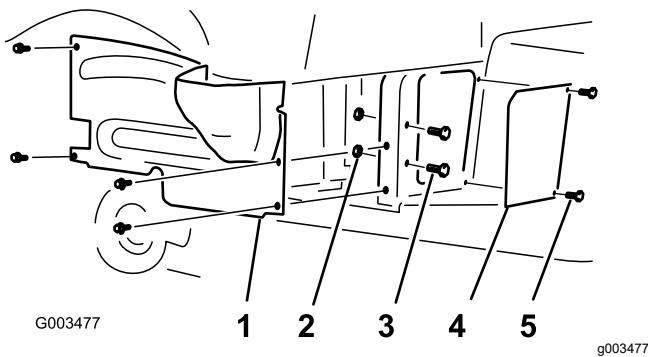

Figura 1
2. Remova os quatro parafusos de cabeça flangeada que prendem o resguardo da roda do lado esquerdo à estrutura (Figura 1).
4. Retire os dois parafusos, as duas cavilhas, as duas anilhas e as duas porcas que prendem o painel do filtro à estrutura e guarde as anilhas para instalação posterior (Figura 1).